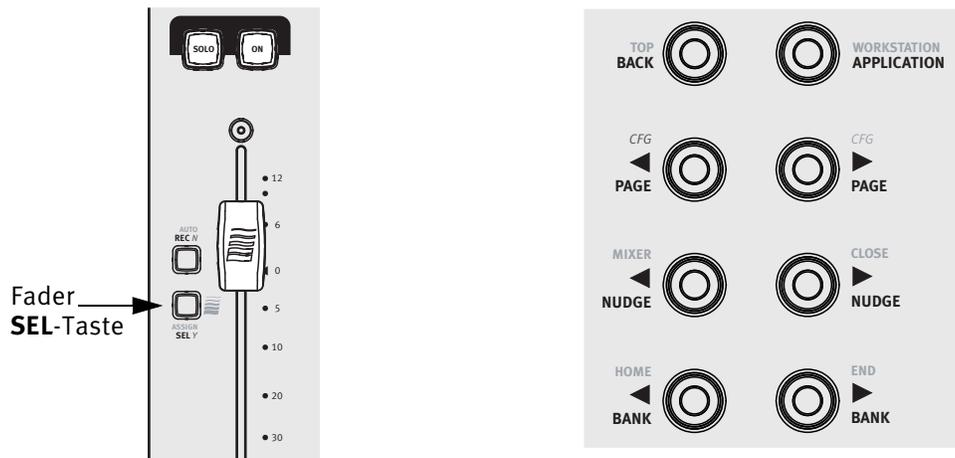
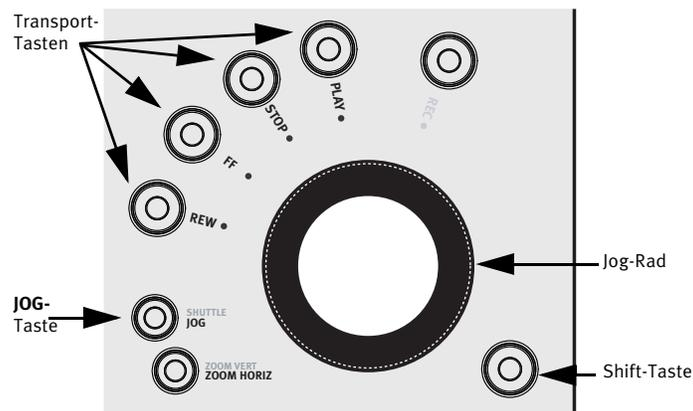

Abb. 3-2 Fader-Kanalzug (links); **PAGE-**, **NUDGE-**, **BANK-** und **BACK**-Tasten (rechts)
Abb. 3-3 Jog-Rad, Transport-Tasten und Shift-Taste unten rechts
- Halten Sie eine der Shift-Tasten gedrückt, die sich in der unteren linken und rechten Ecke der MC Control befinden, um die blau gekennzeichneten Funktionen aufzurufen (Abb. 3-3).
1. Drücken Sie die **SEL**-Taste von Kanalzug 1 der MC Control (Abb. 3-2).
5. Drücken Sie die **NUDGE** ► Taste (Abb. 3-2), um alle vier Spuren um einen Kanalzug zu verschieben.
6. Halten Sie die Shift-Taste (Abb. 3-3) gedrückt und drücken Sie die **BANK** ◀ Taste (Abb. 3-2), um die Spuren 1–4 auf die Kanalzüge 1–4 zurückzusetzen.
7. Drücken Sie die **BANK** ► Taste (Abb. 3-2), um eine Verschiebung über vier Spuren durchzuführen.
2. Falls die Spuren 1–4 nicht den Kanalzügen 1–4 zugeordnet sind, halten Sie die Shift-Taste gedrückt (Abb. 3-3) und drücken Sie die **BANK** ◀ Taste, um die Spuren 1–4 auf die Kanalzüge 1–4 zurückzusetzen.
4. Drücken Sie die **BACK**-Taste (Abb. 3-2), bis das oberste Knob Set auf dem Touchscreen angezeigt wird.